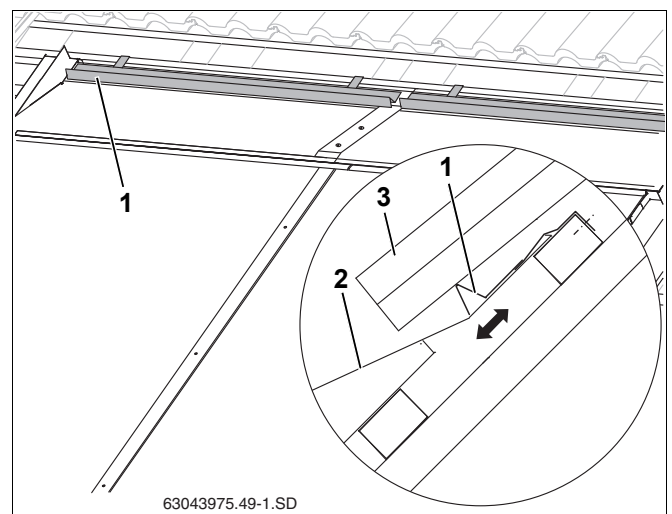

Рис. 60 Укладка и крепление опор для черепицы
- как можно дальше перекрыть накладной лист (рис. 60, поз. 2), при этом не касаясь его и
- ▶ Установите опору (рис. 60, поз. 1) в нужном положении и прикрепите к обрешетке.
- ▶ Положите обрезанные черепицы (рис. 60, поз. 3).